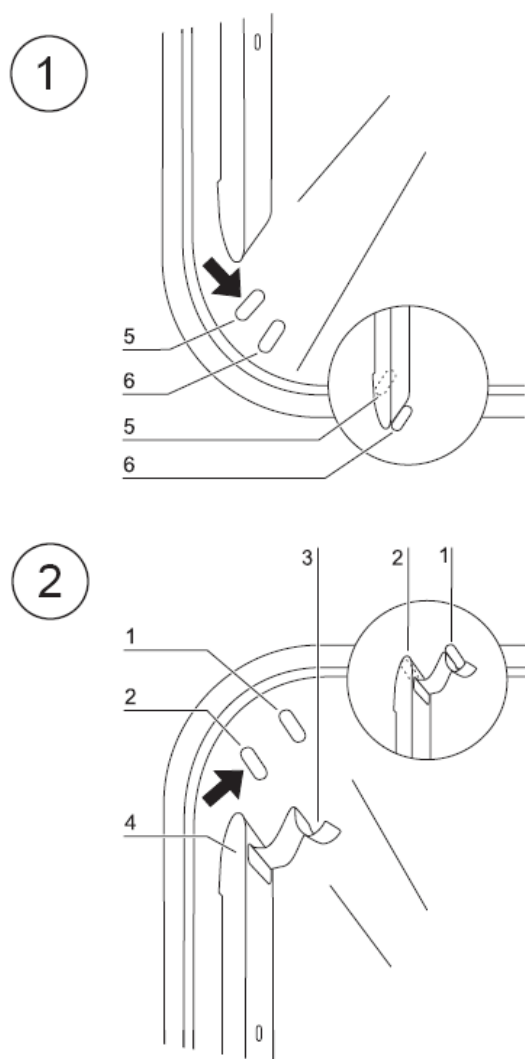

図 4-8. 棚システムの脱着
1. プロフィール（図 4-8、4）を下側の凹部に置き、サポートレールが2つの凹部の上にくるように、ワークスペースの側壁に折りたたみます（図 4-8、6）。
2. 保持スプリング（図 4-8、3）を上部の窪みの後ろにはめ込みます（図 4-8、1）。
3. プロフィールを取り外すには、タブのロック・スプリング（図 4-8、3）を下方に引っ張り、凹み（図 4-8、1）からプロフィールを取り外します。
2. 取付金具の2つの垂直部分（図 4-8、2）がプロフィールに当たっていることを確認します。